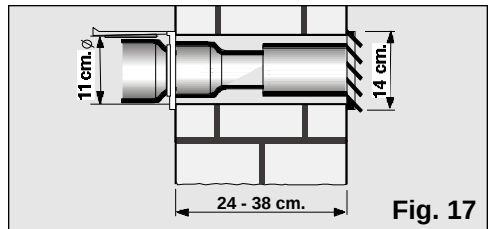

Fig. 17
- ☐ Skal man drive varmluften ut gjennom veggen, må det lages et hull i denne for innlegging av vegg-gjennomføringen, **Fig. 17.**